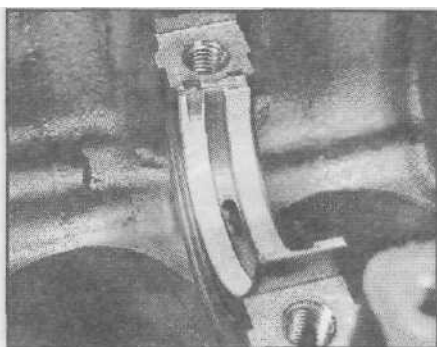

Рис. 29.2. Установка вкладыша центрального коренного подшипника
- 2 Вдавите вкладыши коренных подшипников в постели блока цилиндров и крышки и обильно смажьте их маслом (см. рис. 29.2).